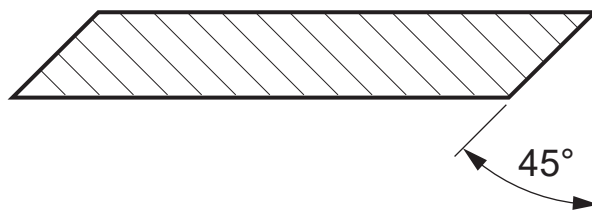

Fig. 47 – Affûter les couteaux du rotor à un angle de 45°
5. Utilisez une meuleuse pour affûter le tranchant du couteau du rotor. Aiguissez le tranchant à un angle de 45 degrés. Voir Fig. 47.